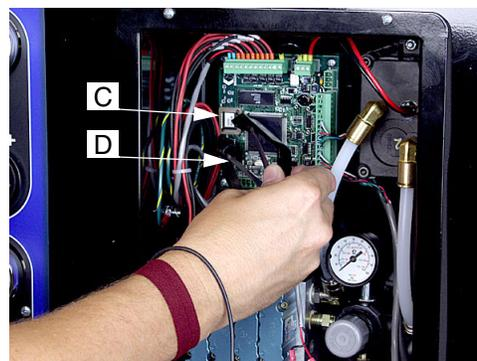

FIG. 9
2. Utilice un extractor de chips (D) para sacar el chip del software (C). FIG. 9.